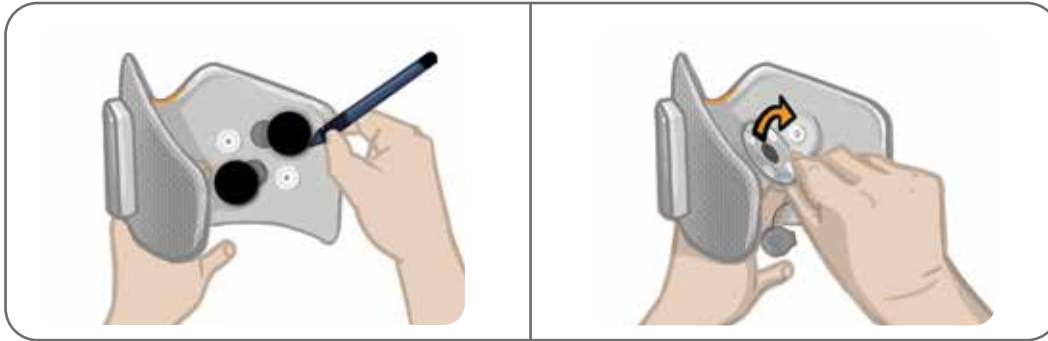

Figura 11-8: Marcarea poziției bazei pentru electrozi (Stânga)
1. Scoateți acoperitoarele pentru fire și marcați poziția bazelor pentru electrozi folosite de pe căptușeala jambierei cu un marker permanent. Consultați Figura 11-8.
2. Eliberați capsele bazelor pentru electrozi din orificiile acestora. Consultați Figura 11-8.